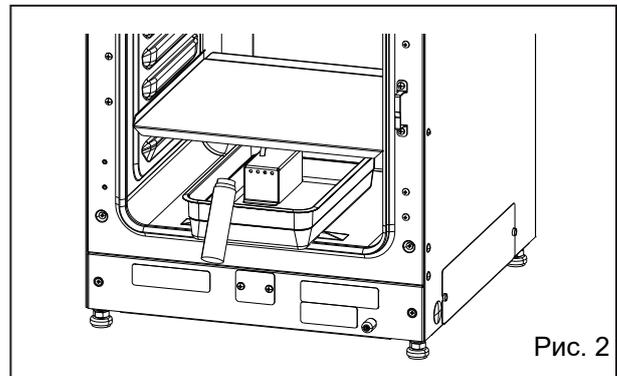

Рис. 2
3. Поднимите крышку вентилятора и потяните на себя, чтобы снять ее. (Рис.2).
Примечание: При установке воздуховода убедитесь, что 4 штифта (рисунок ниже ➡) надежно закреплены в 4 отверстиях воздуховода (Рис. 2).
4. Верните увлажнительный поддон в камеру и налейте стерильную дистиллированную воду (около 1,5 л, подогретую до 37 °С) (Рис. 2).